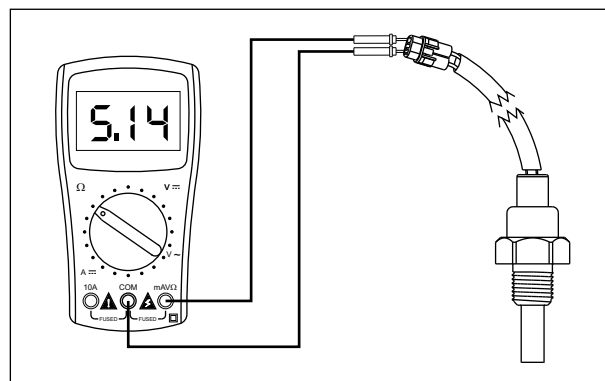

Fig. 5.33
- Com o motor frio, conecte o fio positivo "+" do multímetro ao fio preto com listra rosa (PB), e o fio negativo "-" ao fio preto com listra laranja (BOr) do conector do sensor térmico e meça a resistência. (Fig. 5.33)